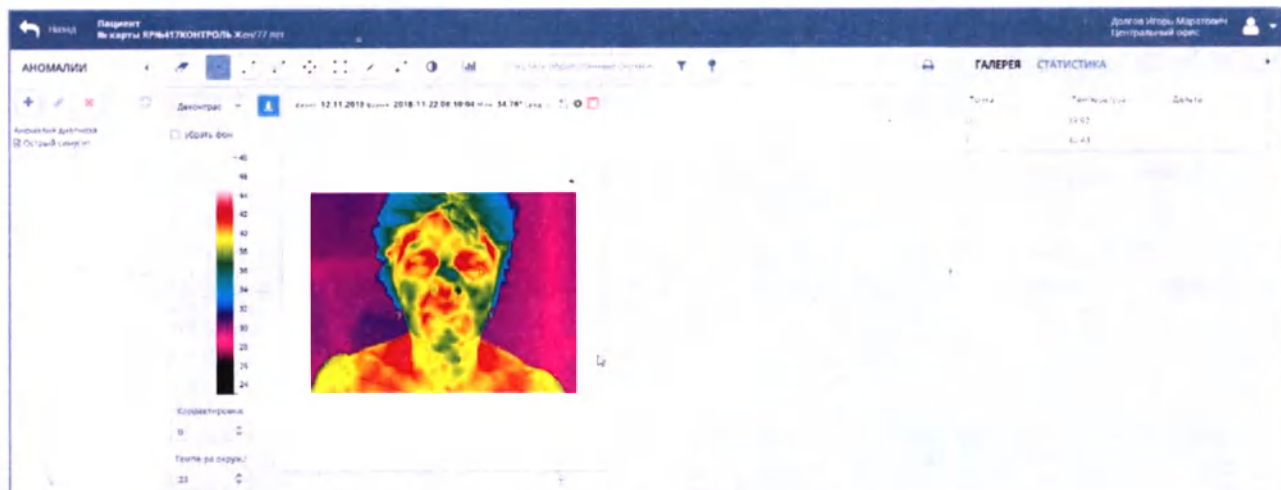

Рисунок 39. Функция «Точка»
2. **«Точка»**  (Рисунок 39). Показывает температуру в месте установки графического элемента.
- Для активации функции однократно нажимаем иконку в панели инструментов (изменяется цвет фона на иконке), затем одинарным кликом левой кнопкой мыши по термограмме устанавливаем «точку» в нужном месте. Информация о температуре в точке появится в правой части интерфейса в разделе «статистика» (**Рисунок 39**).